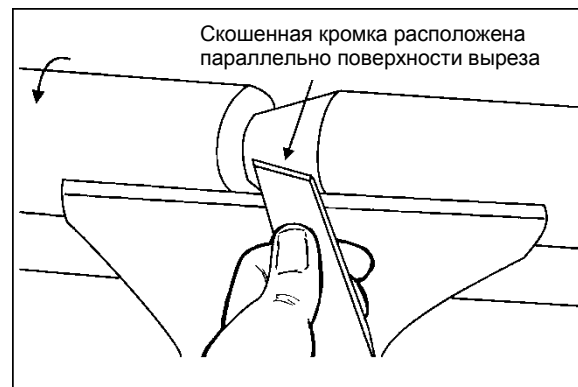

Рисунок 36
4. Обработайте скошенной кромкой правую половину выреза, поднимите рукоятку резца и заглубите резец в заготовку на требуемую глубину, как показано на Рис. 36.